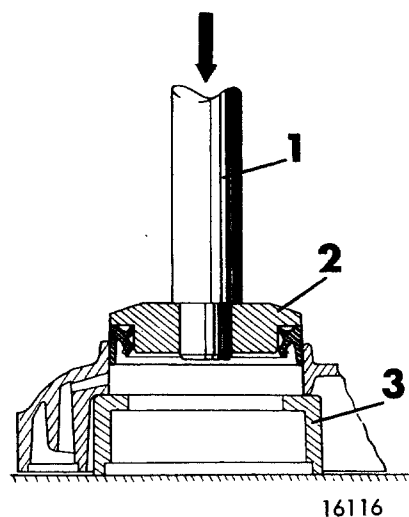

Fig 01-24. Montering av tätningsring.
- b. Pressa in den nya tätningsringen enligt fig 01-24. Ringen pressas in tills den stoppar mot underläggsringen.